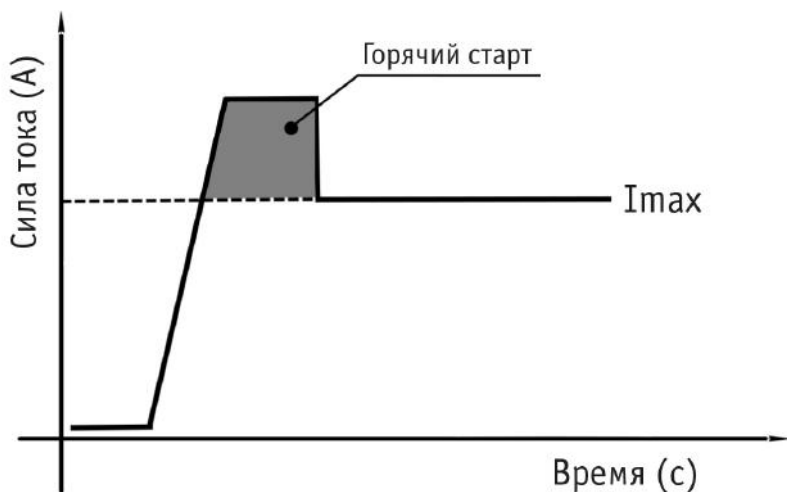

Рис. 11.3. Горячий старт.
Горячий старт выбирается для лучшего поджига дуги в начале сварки (См. рис. 11.3). Горячий старт измеряется в процентах и зависит от установленной силы тока.
**Горячий старт:** для обеспечения лучшего поджига дуги в начале сварки инвертор автоматически повышает сварочный ток. Это позволяет значительно облегчить начало сварочного процесса (См. рис. 11.3).